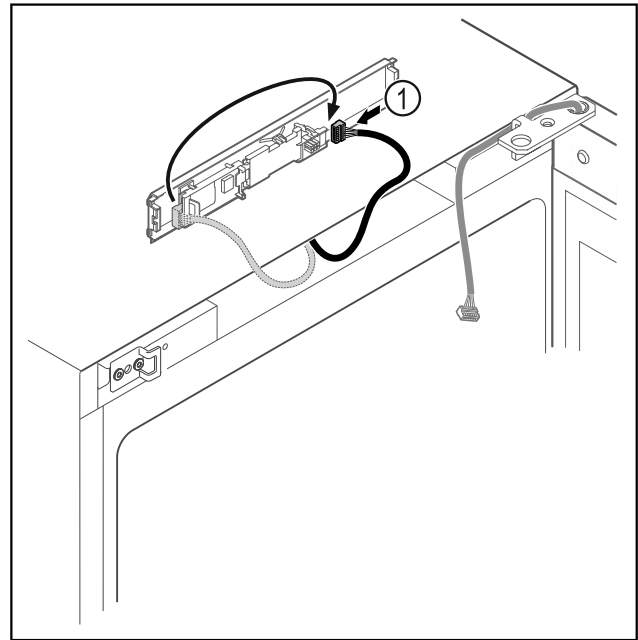

Fig. 15
- Flytta kontakten Fig. 15 (1) till kretskortet.